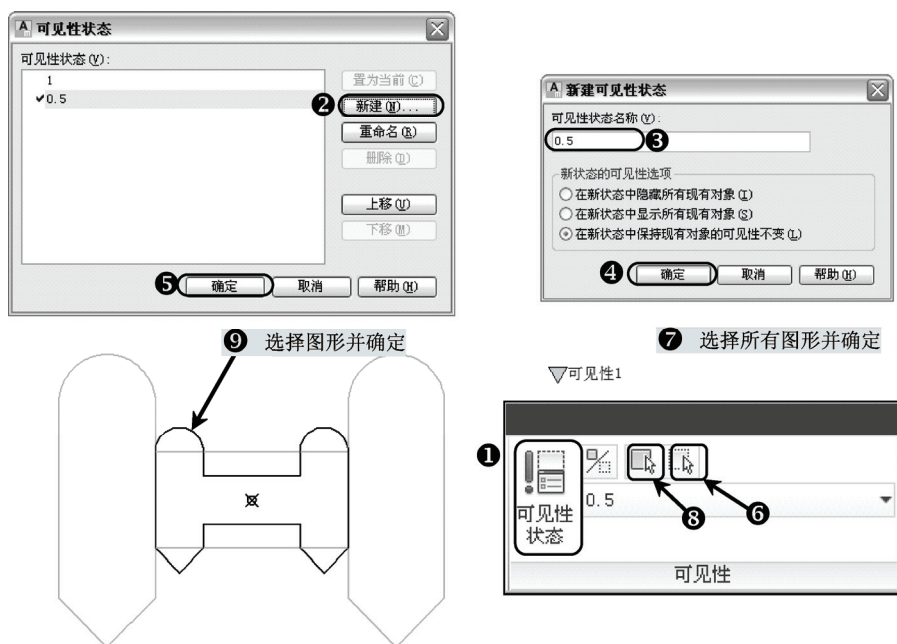

图 9-26 可见性操作 2
3) 在“块编写选项板”中的“参数”选项卡中单击“可见性”工具按钮，提示可见性参数放置位置，单击图形附近放置可见性参数；在“块编辑器”选项卡中的“可见性”面板中单击“可见性状态”按钮，弹出“可见性状态”对话框，单击“新建”按钮，弹出“新建可见性状态”对话框，输入新名称“0.5” (表示缩放之后的图形)，单击“确定”按钮，再单击“确定”按钮，返回“块编辑器”界面；在“块编辑器”选项卡中的“可见性”面板中单击“使不可见”按钮，选择全部图形并确定，因为在上一步中已经将“可见性模式”设置成可见，所以这一步中的图形没有被隐藏而呈暗显状态；继续在“块编辑器”选项卡中的“可见性”面板中单击“使可见”按钮，选择没有缩放后的图形 (缩放 0.5) 并确定，如图 9-26 所示。